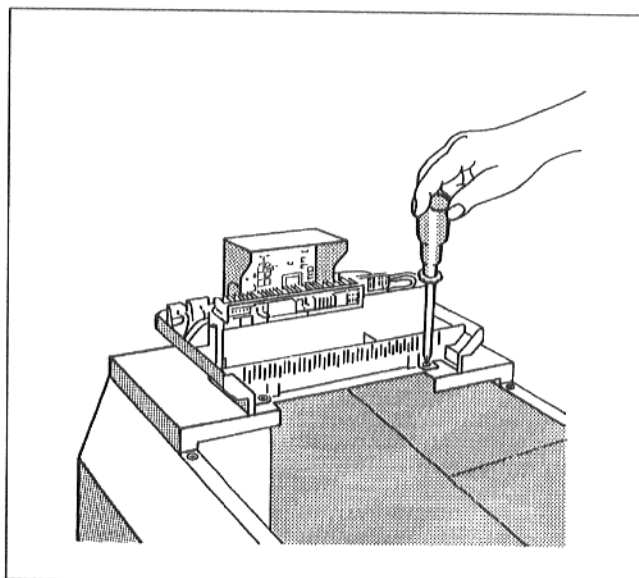

Fig. 15 Fixer l'appareil de réglage
- Fixer l'appareil de réglage à l'aide de deux vis sur le capot avant de la chaudière (Fig. 15).